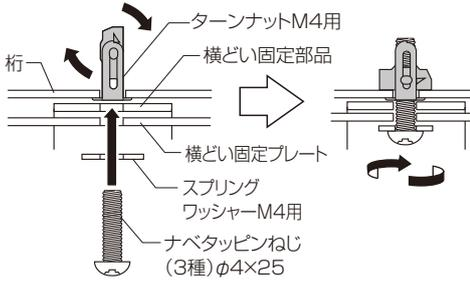

図1
- ② 桁にターンナットM4用を差込み、横どい固定部品、横どい固定プレートを「ナベタッピンねじ」、「スプリングワッシャー」で取付けてください。(図1、図2、図3参照)